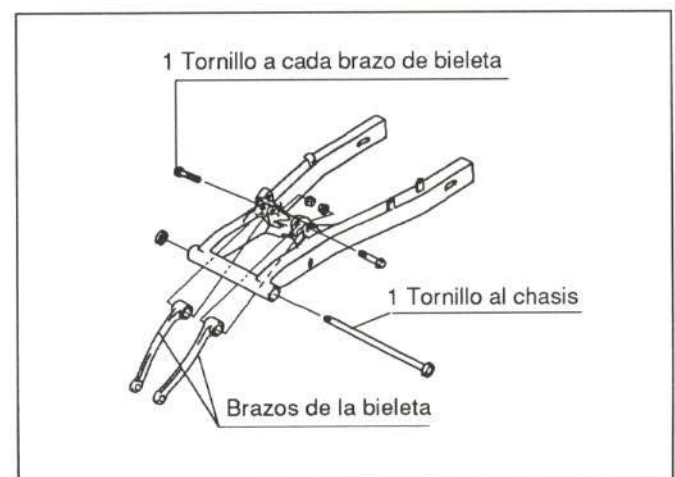

Figura 31.- Unión del basculante
Va unido al chasis de la forma que muestra la figura 31.
- Desmontar basculante (figura 31)